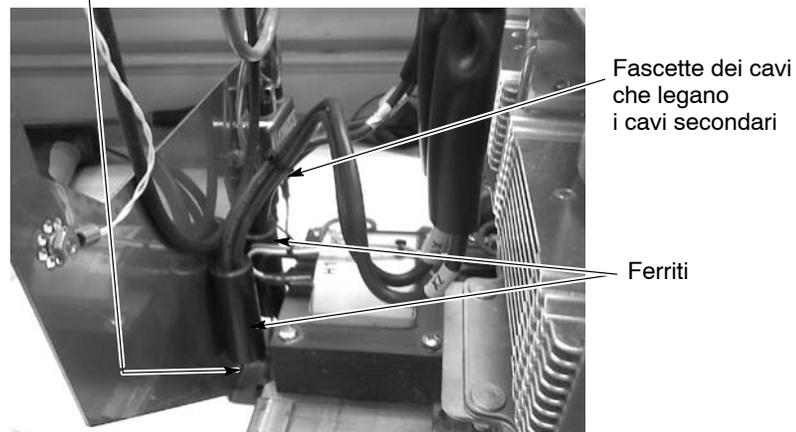

Figura 6-22 Montare le fascette dei cavi sui cavi secondari
9. Vedi figura 6-22. Disporre le ferriti dei cavi secondari dei due trasformatori come illustrato. Montare le fascette dei cavi sotto le ferriti per evitare che scivolino giù per i cavi secondari, poi montare un'altra fascetta del cavo per unire le due coppie di cavi secondari circa 51 mm (2 poll.) sopra le ferriti.